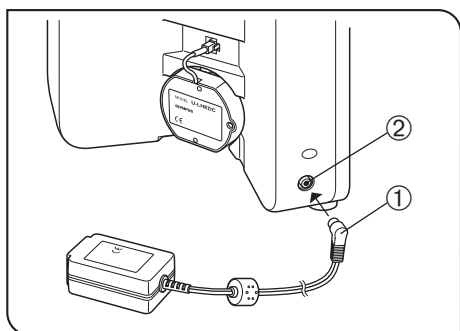

Рис. 40
(Рис. 40)
- Перед подсоединением шнура питания (рис. 40) удостоверьтесь в том, что главный выключатель находится в положении «**○**» (ВЫКЛ.).
1. Вставьте соединитель ① адаптера переменного тока в разъем ② микроскопа.